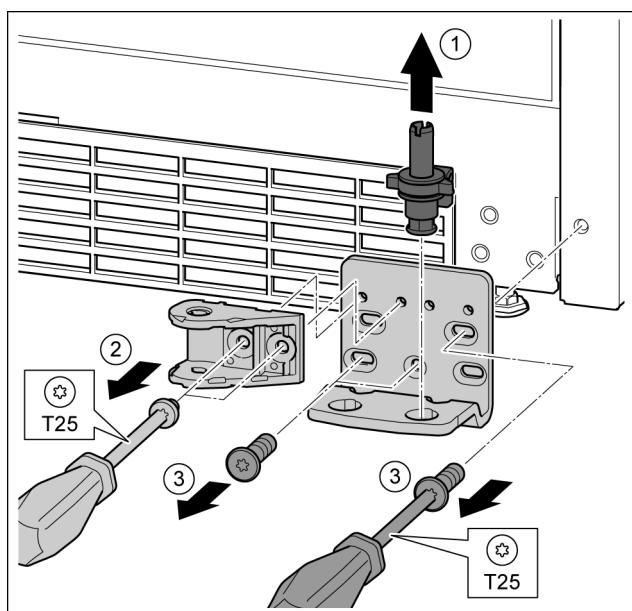

Fig. 30
- Extraiga el perno de cojinete completo hacia arriba. Fig. 30 (1)
- Desenrosque los tornillos con el destornillador T25 y retire la conexión de amortiguador de cierre. Fig. 30 (2)
- Desenrosque los tornillos con el destornillador T25 y retire el soporte de cojinete Fig. 30 (3)